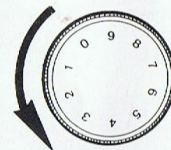

Abb. 14
13. Regulierung der Oberfadenspannung (Abb. 14, 15+ 16)
- Falsche Naht (Abb. 14) Oberfadenspannung (28) ist zu stark. Bedienungsknopf etwas nach links drehen.